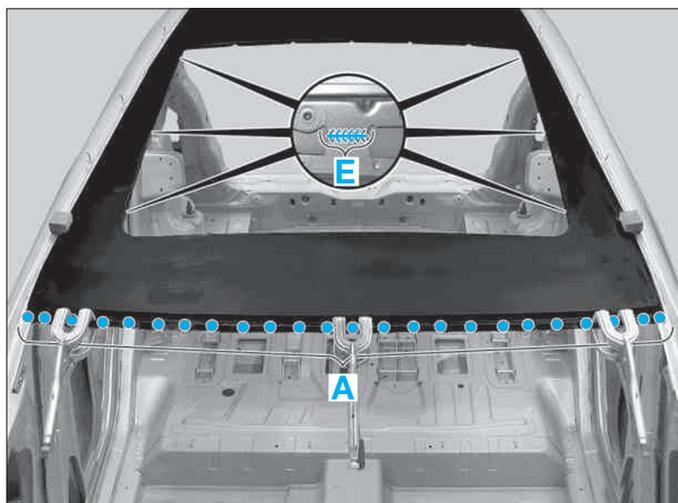

FIG. 94
- Riveter le pavillon (rivet borgne acier Ø 4,8 x 8 mm) dans les zones (C) et (D).
- Souder le pavillon, zone (A) (Fig.94).